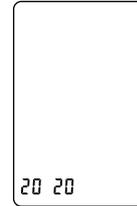

Bild 1
- Halten Sie bei ausgeschaltetem Gerät die Start/Stop-Taste so lange gedrückt, bis im Display die vierstellige Jahreszahl erscheint (Bild 1).